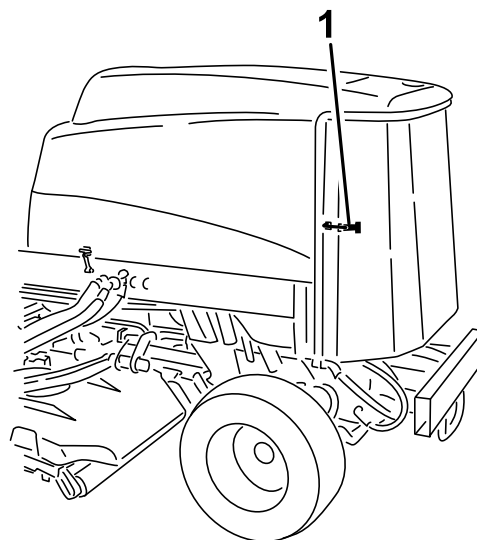

Figure 85
3. Déverrouillez et ouvrez la grille arrière (Figure 85).